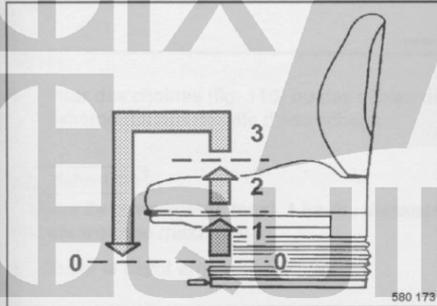

fig. 104
- Soulever le siège (fig. 104) pour régler la hauteur et le laisser enclencher dans la position désirée.